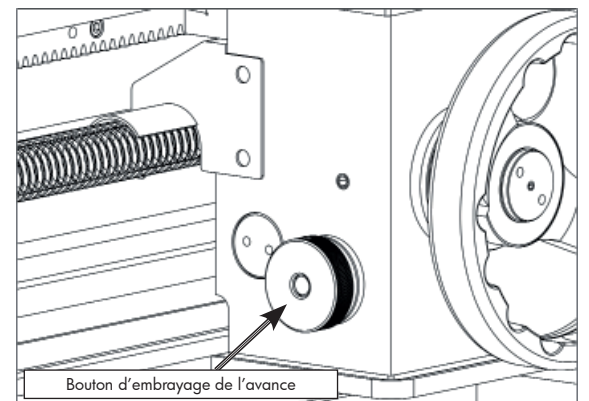

Fig. 49 Bouton d'embrayage de l'avance
5. Réglez le bouton d'embrayage de l'avance illustré sur la figure 49 pour déterminer le point où l'embrayage de l'avance va glisser pour éviter une surcharge du système d'avance.